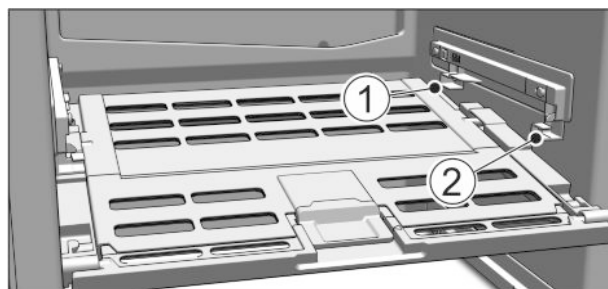

Fig. 16
► Fruit & Vegetable-Safe vāka ievietošana: vāka savienojumu no apakšas ievietojiet aizmugurējā stiprinājumā *Fig. 16 (1)* un nofiksējiet priekšējā stiprinājumā *Fig. 16 (2)*.